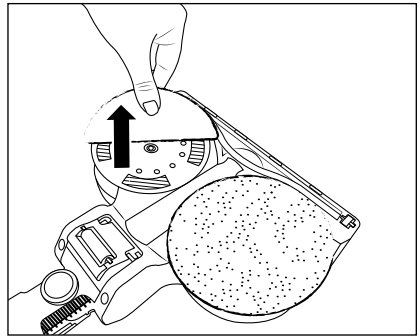

Fig. 17
- ◆ Pour retirer une serpillière ❹ de l'embout serpillière ❸, saisissez-la avec les doigts et retirez-la de l'embout serpillière ❸ en la tirant vers le haut (voir fig. 17).